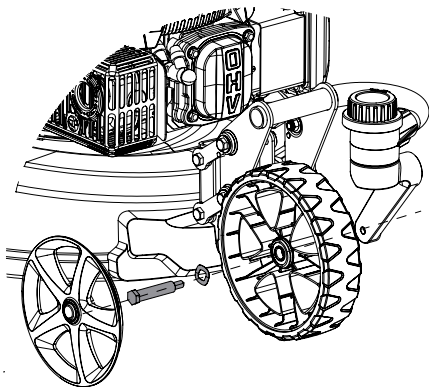

Рис. 7. Установка переднего колеса
- установите и закрепите колесо на кронштейне с помощью болта и пружинной шайбы, как показано на Рис. 7. После крепления колеса установите колпак колеса (Рис. 7).